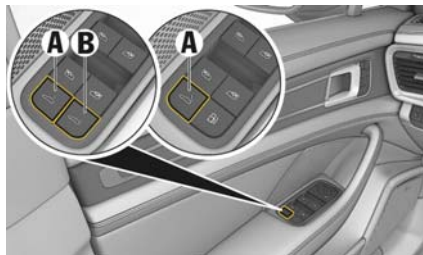

図 178：運転席ドアのリヤ・リッド・ボタン
- ▶ 運転席ドアのボタン B (図 178) を押してください。
- ▶ E-Hybrid 車両: 運転席ドアのボタン A (図 178) を押してください。警告音が鳴り、リヤ・リッドが閉じます。